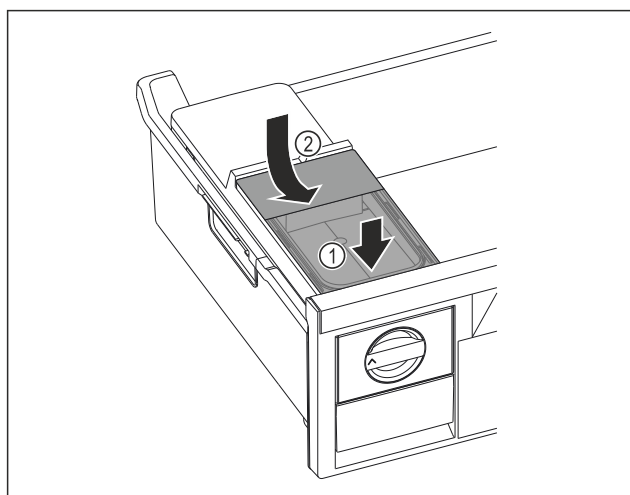

Fig. 129
- Placera vattenbehållaren framtill. Fig. 129 (1)
- Sänk ned vattenbehållarens baksida. Fig. 129 (2)